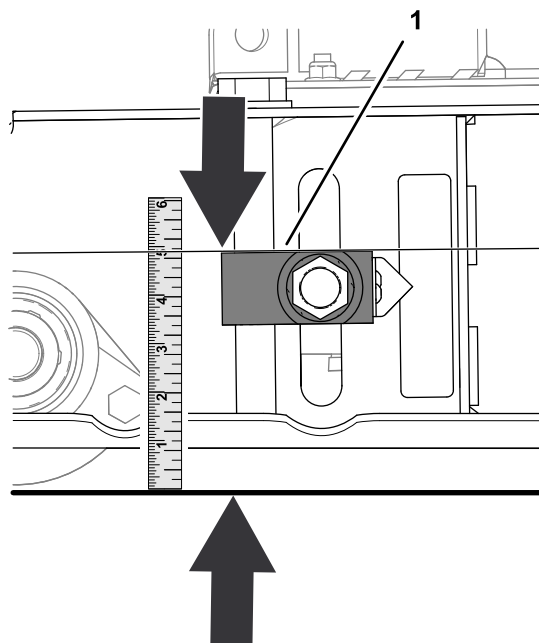

Figura 81
2. Misurate la distanza tra la parte superiore del blocco regolatore e il terreno (**Figura 81**).